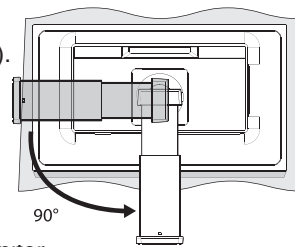

Figura 1
1. Sitúe el monitor boca abajo en una superficie no abrasiva (**figura 1**).
2. Gire el soporte 90 grados, como se muestra en la **figura 1**.